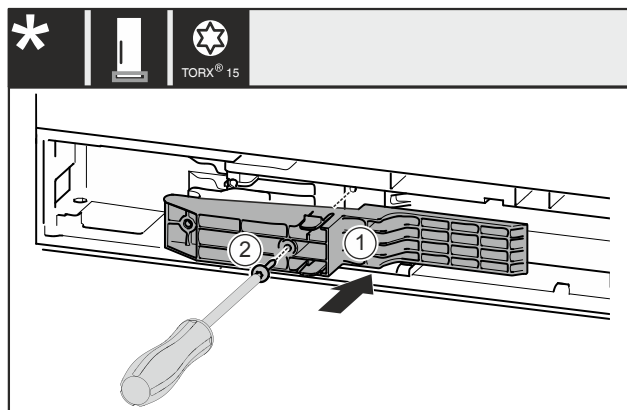

Fig. 51 *
- Vložte adaptér Fig. 51 (1) na strane rukoväti do vybrania.*
- Pevne utiahnite skrutku Fig. 51 (2) skrutkovačom.*